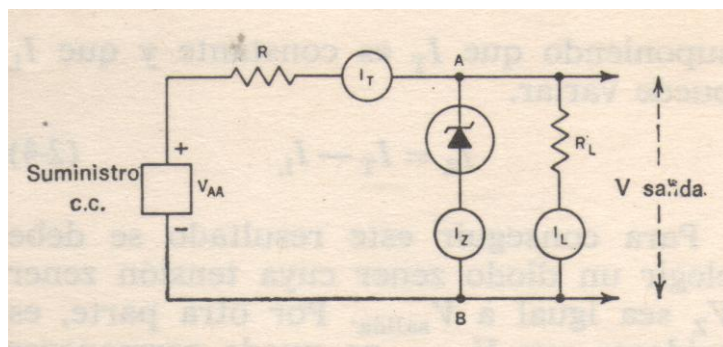

Figura 3: Diodo zener utilizado como regulador shunt de tensión.
La figura 3 es el circuito de un diodo utilizado como regulador shunt. El diodo está en paralelo con un resistor de carga R_L . La finalidad del diodo es mantener constante la tensión entre los terminales de la carga, dentro de los límites requeridos, ya sea cuando cambia la salida de la fuente de c.c. o cuando cambia la resistencia de carga y por tanto la corriente de carga.
NOTA: En el análisis del circuito de la figura 3, que contiene elementos lineales (resistores) y no lineales (diodos zener), son aplicables las leyes de Ohm y Kirchhoff, lo mismo que las ecuaciones de redes que Ud. ya conoce.
También se puede utilizar el diodo en la figura 3 para compensar las variaciones de la tensión c.c. de alimentación cuando el resistor de carga R_L permanece constante, asegurándose así una tensión de salida constante V_{salida} y por tanto, una corriente de carga constante I_L . Supongamos que el circuito esté funcionando correctamente con un nivel de tensión c.c. V_{AA} . Si ahora se aumenta la tensión V_{AA} de alimentación, la tensión de salida V_{salida} tenderá a aumentar. En consecuencia, la corriente zener I_Z aumentará, e I_T aumentará asimismo cuanto disminuya la tensión V_R entre los terminales de R. Si el circuito regulador ha sido correctamente diseñado, el aumento de la tensión entre los extremos de R, ΔV_R , debe ser igual (aproximadamente) al incremento de la tensión de alimentación ΔV_{AA} , y V_{salida} volverá a tener su valor original. Análogamente, una disminución de V_{AA} originará una disminución de I_Z y, por tanto, de I_T . V_R se reducirá y V_{salida} volverá a tener su nivel predeterminado.
Supongamos un circuito regulador, tal como el representado en la figura 3, que satisface las especificaciones del problema. Debemos seleccionar un diodo zener regulador cuya $V_Z = 10$ V. Supongamos que es asequible un diodo que deje pasar una corriente de regulación I_Z tal que la corriente total del circuito I_T permanece constante en 30 mA en el margen de variación de la corriente de carga de nuestro problema. Por la ley de tensión de Kirchhoff podemos escribir
8. En el regulador shunt de la figura 3, dada una tensión constante de alimentación V_{AA} , el diodo zener mantiene una corriente constante del circuito I_T , a pesar de las variaciones de la corriente de carga I_L . Así pues, si I_L disminuye, I_Z aumenta, y viceversa. En cualquier caso, para cambios especificados de I_L , la corriente zener $I_Z = I_T - I_L$.
9. En el regulador shunt de la figura 3, si la corriente de carga permanece constante, pero la tensión de alimentación V_{AA} aumenta, entonces I_Z aumenta, aumentando I_T y la caída de tensión en R, para mantener una tensión constante V_{salida} entre los terminales del zener. Las tensiones satisfacen la ecuación $V_{\text{salida}} = V_{AA} - I_T \times R$. Análogamente, una disminución de V_{AA} dará por resultado una disminución de I_Z y por tanto de I_T . La caída de tensión en R igual a $I_T \times R$, disminuirá, manteniendo así una tensión constante de salida entre los terminales de la carga.
10. En el regulador shunt de la figura 3, dadas V_{AA} , I_T , y V_{salida} , es posible calcular el valor de R por la fórmula